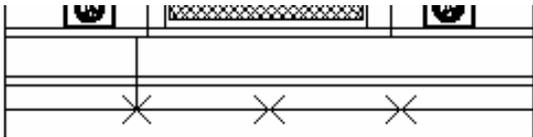
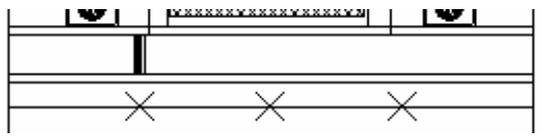

图 2-2-40
图 2-2-41
**STEP 36** 使用绘制直线命令 LINE，以如图 2-2-39 所示左边的第一个等分点为起点绘制线段，如图 2-2-40 所示。
**STEP 37** 使用修剪命令 TRIM 剪去如图 2-2-40 所示绘制的线段的多余部分，并使用偏移命令 OFFSET 将其分别向左依次偏移 10、15，再分别向右依次偏移 10、15，如图 2-2-41 所示。